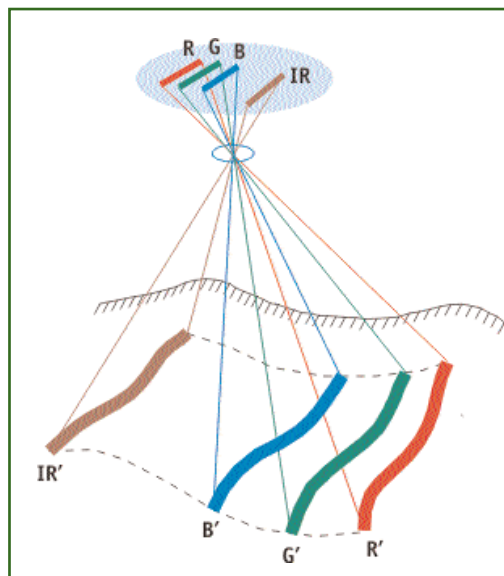

Рис. 1
2) Также нельзя вполне согласиться по поводу «естественности» и «живости» цвета аэрозъемочных данных линейных сканеров. Мне почему-то кажется, что наоборот. Например, в существующих линейных сканерах линейки датчиков R, G и B, образующих RGB-изображение, размещены в непосредственной близости друг от друга (т. е. практически в одном месте), а линейка датчиков ближнего инфракрасного диапазона отстает от них на 10° (рис. 1).